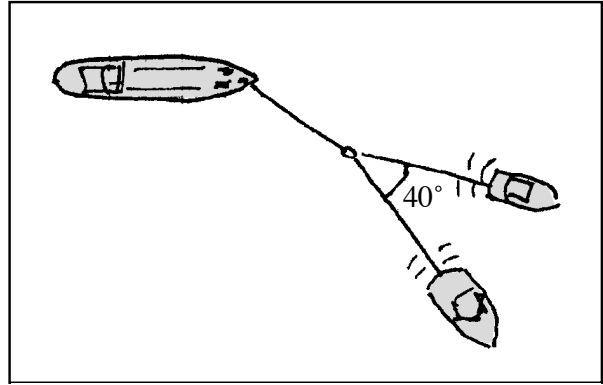

Fig. 6.39. Per l'esercizio 1
1. Due rimorchiatori trainano una nave, fig. 6.39. Ogni rimorchiatore tira con un'intensità di 15 000 N. Quanto intensa è la corrente di quantità di moto nel pezzo di cavo agganciato alla nave?